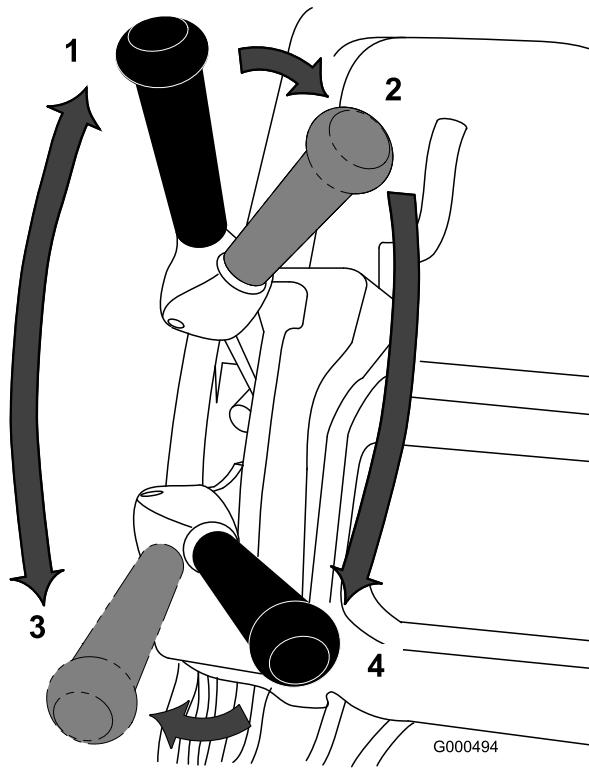

Figura 35
1. Accendete la macchina, impostate il comando di velocità in posizione ZERO, spingete la stegola per sollevare l'apparato di taglio, premete il comando di presenza dell'operatore, spostate la leva di trazione in posizione di INNESTO (Figura 35) e aumentate gradualmente l'impostazione del comando di velocità per trasferire il tosaerba sul bordo del green.
3. Disinnestate la leva della trazione, quindi spostate a sinistra e avanti, innestando la trazione e la trasmissione del cilindro (Figura 35).